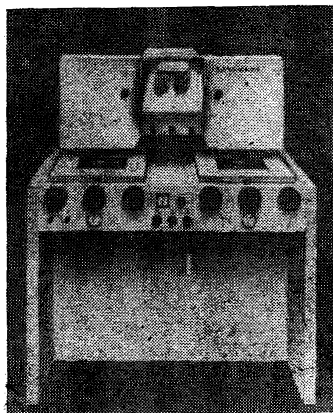

Рис. 36. Трансмарк
7.6. Трансмарк (рис. 36) предназначен для выбора, идентификации и бесконтактной маркировки точек на фотоснимках. Представляет собой прибор для стереоскопического наблюдения снимков с устройством для маркировки точек. Бесконтактная маркировка производится с помощью лазерного луча. Для обработки пригодны снимки, полученные на прозрачной основе. Предусмотрена возможность раздельного или совместного маркирования точек на фотоснимках стереопары. Фотоснимки освещаются проходящим светом, яркость которого можно регулировать для каждого снимка независимо. Конструкция осветительного устройства ускоряет процесс наведения на маркируемые точки. В приборе предусмотрено независимое перемещение кассет со снимками в направлении осей X и Y на ± 5 мм и по вертикали (для фокусировки) на 10 мм. Возможен плавный оптиче-